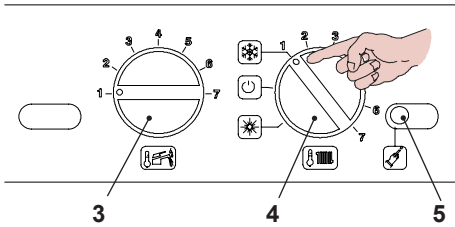
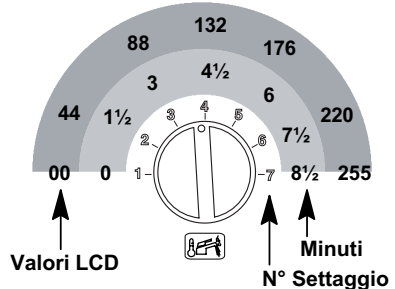

Fig. 5.81
Fig. 5.85
- Posizionare le manopole 3 e 4 come indicato in Fig. 5.81.
- Per settare il tempo di frequenza di riaccensione bisogna entrare in programmazione premendo per 15 secondi il pulsante di ripristino 5, in Fig. 5.81 fino alla comparsa del parametro **P01** sul display LCD; sul display LCD compare la seguente visualizzazione (la sequenza **P01** si alterna ---).
- Premere il pulsante di ripristino 5 in Fig. 5.81 per lo scorrimento dei vari parametri sino al raggiungimento del parametro **P10** valido per il settaggio della frequenza di riaccensione; sul display LCD compare la seguente
- Per cambiare il settaggio ruotare la manopola regolazione temperatura sanitari 3 in Fig. 5.81 e posizionarla sul tempo prescelto Fig. 5.85 (nella figura esempio manopola settata per frequenza di riaccensione di 3 minuti).
Il passo del settaggio della manopola 3 Fig. 5.85 corrisponde a un valore letto sul display LCD di circa 44 (90 secondi) e questo valore può essere variato fino a circa 255 (8 minuti e mezzo); nell'LCD la sequenza **P10** si alterna con 60.